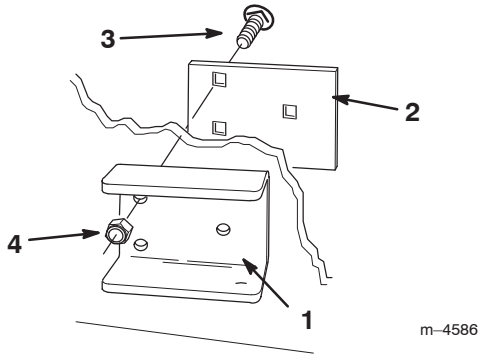

Abbildung 5
6. Die seitliche Trägerstange mit Hilfe von Rückwand, drei Schlossschrauben und drei Muttern an der Seite der Zugmaschine befestigen (Abb. 5).